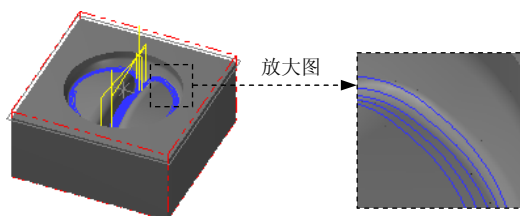

图 4.17 刀具路径
(3) 设置刀具参数。单击“定义刀具-机床群组-1”对话框中的 **参数** 选项卡, 在 **进给速率** 文本框中输入值 150.0, 在 **下刀速率** 文本框中输入值 100.0, 在 **提刀速率** 文本框中输入值 500.0, 在 **主轴转速** 文本框中输入值 1800.0。
(4) 设置冷却方式。在 **参数** 选项卡中单击 **Coolant...** 按钮, 系统弹出“Coolant...”对话框, 在 **Flood** (切削液) 下拉列表中选择 **On** 选项。单击该对话框中的 **✓** 按钮, 关闭“Coolant...”对话框。
(5) 单击“定义刀具-机床群组-1”对话框中的 **✓** 按钮, 完成刀具参数的设置。
Step6. 设置残料清角精加工参数。在“曲面精加工残料清角”对话框中单击 **残料清角精加工参数** 选项卡, 在 **大切屑间距 (M)** 文本框中输入值 1, 然后选中 **混合路径** 复选框。
Step8. 在“曲面精加工残料清角”对话框中单击 **✓** 按钮, 同时在图形区生成图 4.17 所示的刀具路径。